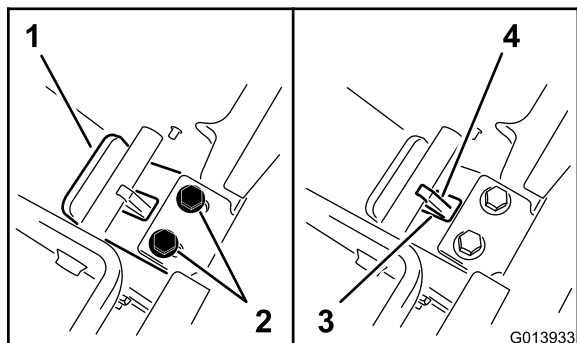

Figura 10
2. În timp ce menineți apăsată placa posterioară, glisați limba către dumneavoastră, până când marginea plăcii limbii intră în contact cu bara (Figura 10).